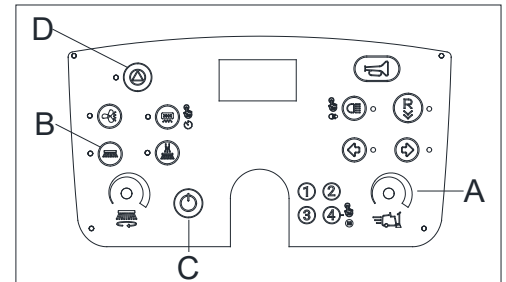
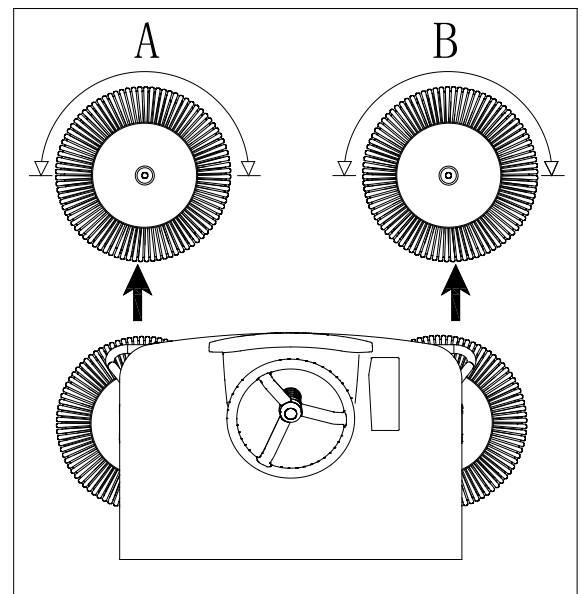
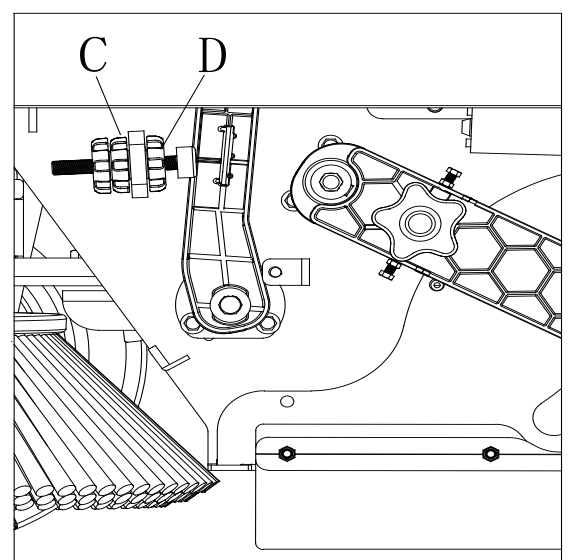

Figure 24
Figure 25
Figure 26
- Régler la vitesse au minimum à l'aide du cadran de vitesse de la machine (A, figure 24).
- Appuyer sur le bouton de démarrage (D, figure 24) pour activer le nettoyage.
- Appuyer sur le bouton de la brosse latérale (B, figure 24) pour abaisser la brosse latérale à la hauteur de travail, appuyer sur la pédale d'accélérateur et laisser fonctionner la brosse latérale pendant 1 minute. Vérifier si l'empreinte de la brosse latérale (A et B, figure 25) correspond aux spécifications (A et B, figure 25).
2. Appuyer sur le bouton d'alimentation (C, Figure 24)
4. Dévisser d'abord l'écrou du bouton (D, figure 26), puis régler la hauteur de la brosse latérale en tournant le bouton de réglage (C, figure 26) jusqu'à ce que l'empreinte de la brosse latérale corresponde à l'illustration (A et B, figure 25). Après le réglage, serrer l'écrou du bouton (D, figure 26).
2. Appuyer sur le bouton d'alimentation (C, Figure 24) pour éteindre.